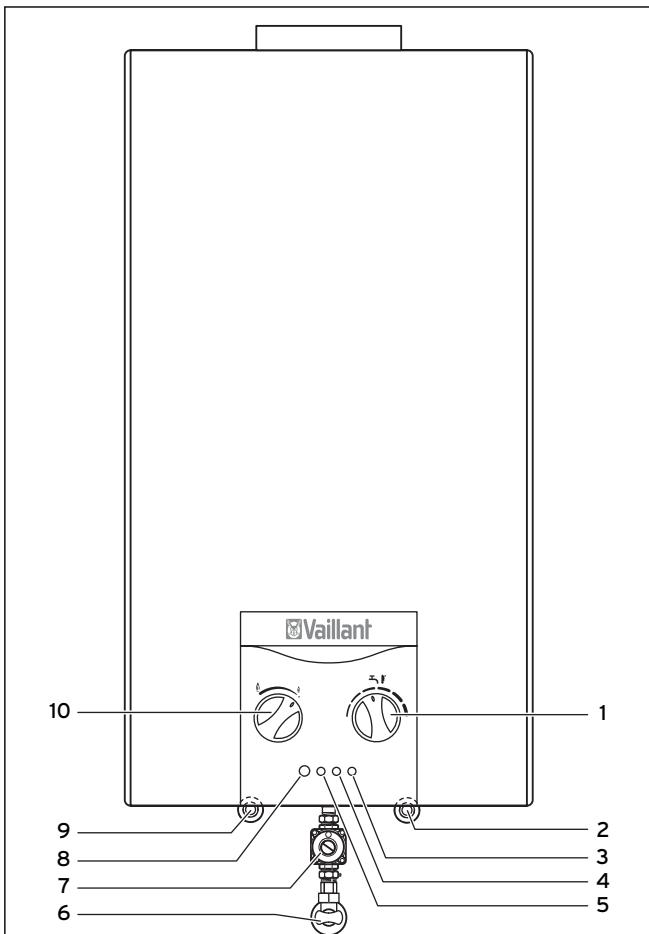

Рис. 4.1 Органы управления atmoMAG
- оставить водяной кран открытым и выключить и снова включить устройство путем двухразового нажатия главного выключателя **[8]**, см. рис. 4.1.